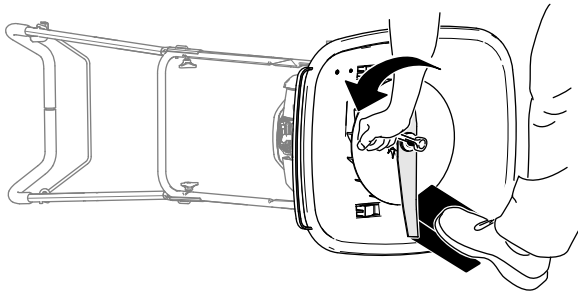

Figura 30
4. Utilice un bloque de madera para inmovilizar la cuchilla (Figura 30).